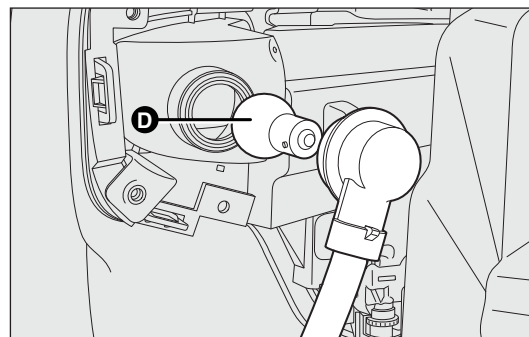

fig. 142
- ☐ enlever l'ampoule D-fig. 142 en la poussant légèrement et en la tournant dans le sens inverse aux aiguilles (blocage à « baïonnette ») puis la remplacer ;